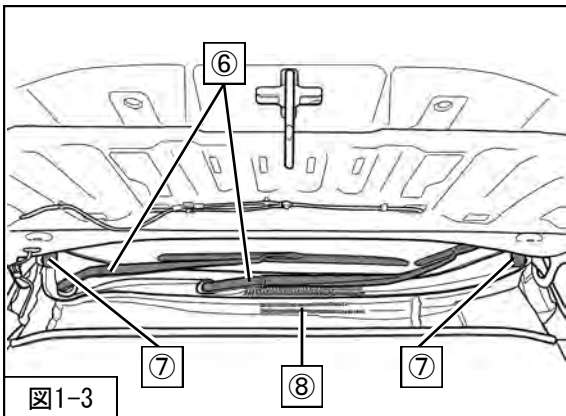

図1-3
7. ⑥ワイパー
⑦カウルウォーターエクストラシールド
⑧カウルトップを取外してください。(図1-3)